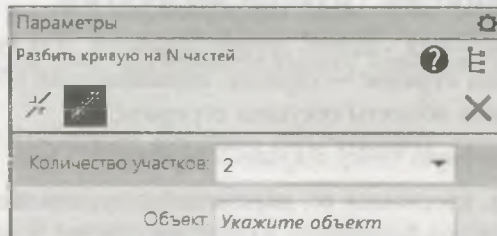

Рис. 10.10. Панель Параметры: Разбить кривую на N частей
- ◆ щелкните ЛК мыши по кнопке **Разбить кривую на N частей**. На панели **Параметры** (рис. 10.10) в поле **Количество участков** задайте количество участков;